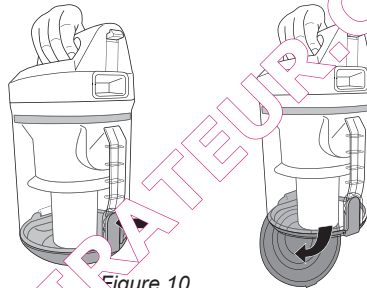

Figure 10
4. Ouvrez le clapet inférieur; pour cela, enfoncez le bouton dans la poignée (voir la figure 10).